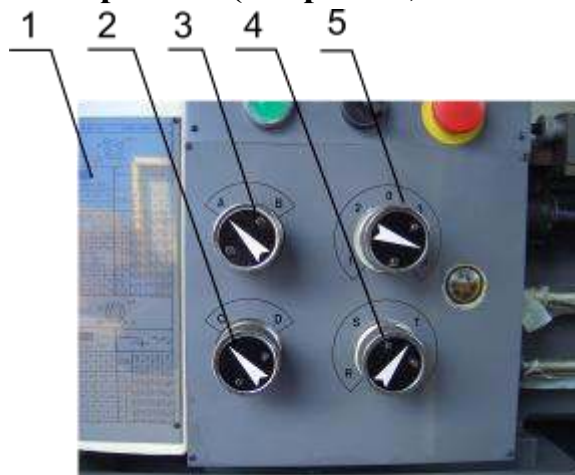

Рисунок 15.
**Установка величины подачи и шага резьбы (см. рис.15).**